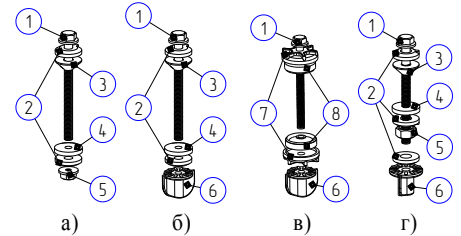

Рисунок 4 - Варианты крепежа
6.8 Установка бачка смывного на унитаз. Закрепить бачок на унитазе с помощью одного из вариантов крепежа (см. рисунок 4) установка крепежа (а), (б), (в) установка крепежа (г)